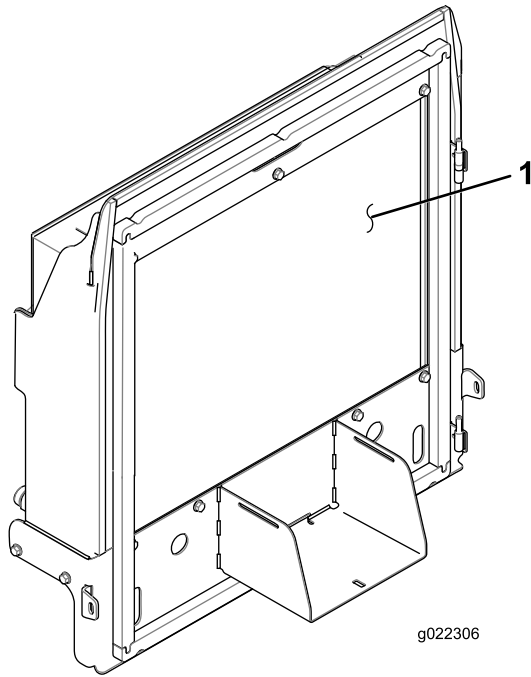

Bild 65
4. Reinigen Sie beide Seiten des Kühlers bzw. Ölkühlers (Bild 65) gründlich mit Druckluft.